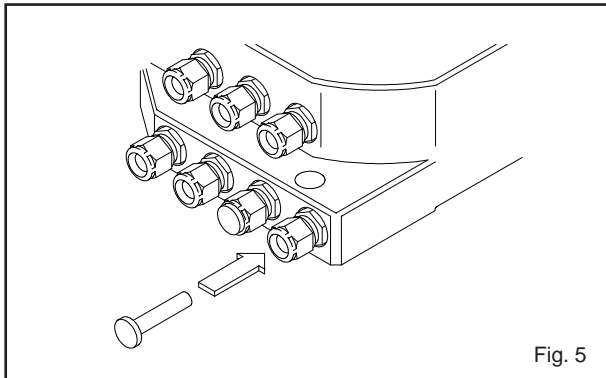

Fig. 5
#### ● 未使用ケーブルグランドの処理 (Fig. 5)
- Measure of unused Cable Gland <Fig. 5>